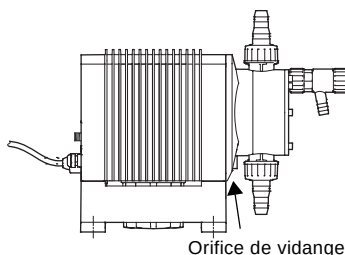

Fig. 1
- S'assurer que l'orifice de vidange de la tête de dosage pointe vers le bas, voir la fig. 1.